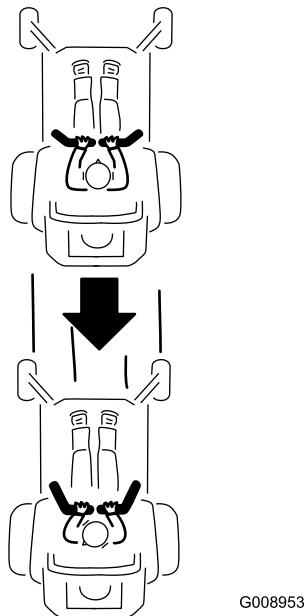

Figure 23
2. Pour vous déplacer en marche arrière, tirez doucement les leviers en arrière (Figure 23).